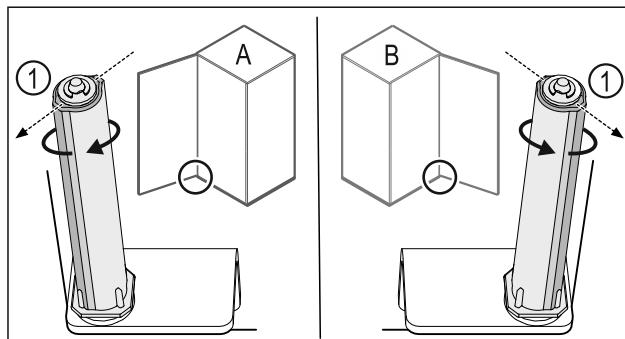

Fig. 43 Отваряне наляво (A) / отваряне надясно (B)
- Въртете затварящата система срещу съпротивлението, докато реброто на затварящата система Fig. 43 (1) сочи навън.